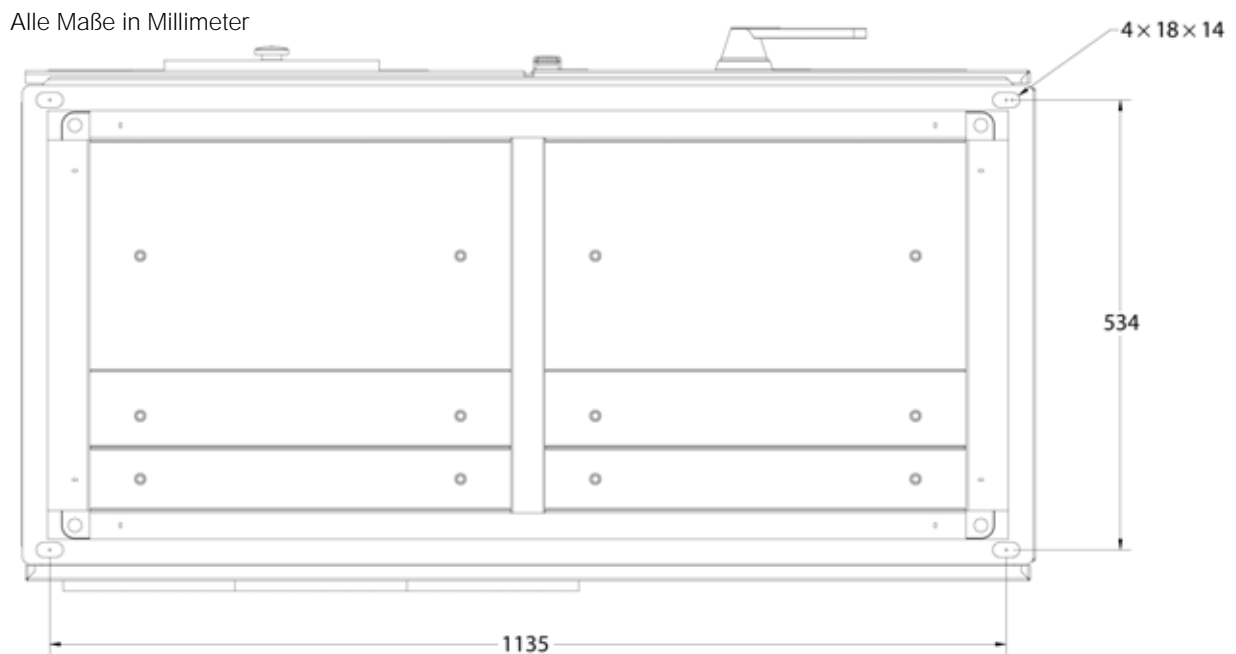

Abbildung 2-3 Fundamentschraubenlage des Netzwechselrichters (nicht maßstabsgetreu)
Abbildung 2-3 zeigt das Fundamentmuster mit den Fundamentschrauben für den Wechselrichter Xantrex GT100 E.
1. Bohren Sie im Fußboden bzw. in der Bodenplatte Löcher für Steinankerschrauben 12 mm vor oder verwenden Sie vorinstallierte Fundamentschrauben passend für die Montagebohrungen 18 mm. Weitere Informationen finden Sie in Abbildung 2-3 auf Seite 2-7.